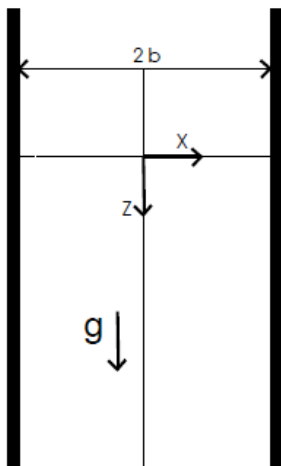

Fig. 3: Escoamento entre placas
8. (15 P) Um líquido viscoso com massa específica e viscosidade constante escoa entre duas placas fixas devido a gravidade. As placas tem a distancia de  $2b$  e o escoamento é totalmente desenvolvido com a componente de velocidade  $w$  em direção do eixo  $z$ . O escoamento assim somente depende de  $x$  ( $\vec{U} = [0, 0, w(x)]$ ). Não há gradientes de pressão no sistema. Determine a equação do perfil de velocidade e desenha o mesmo na Fig. 3.